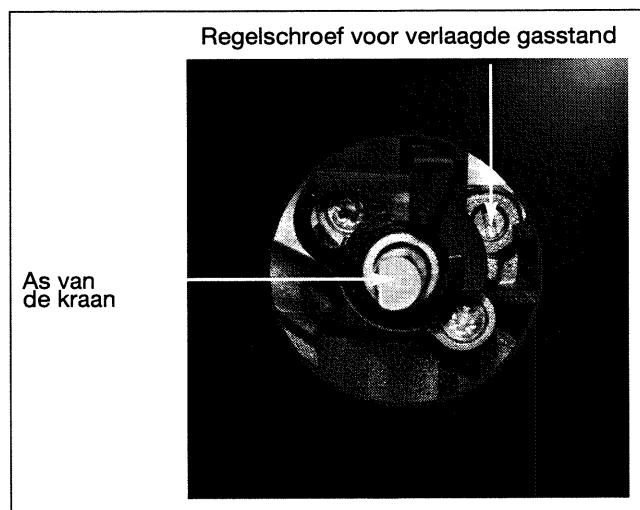

Fig. 5
- Met behulp van de in de hoes bijgeleverde kleine schroevendraaier draait u de regelschroef (van geelkoper messing) voor verlaagde gasstand in **wijzerzin helemaal tot het einde (Fig. 5)**.